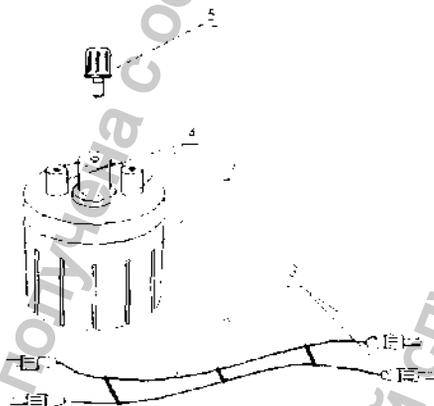

Рис. 1. Аппликатор вихревых токов ЭВТ-1.
6.5. Установите тумблер ПСЕТЬ переключателя сети и ручку переключателя 2 МОЩНОСТЬ в выключенное положение (см. рис. 1).